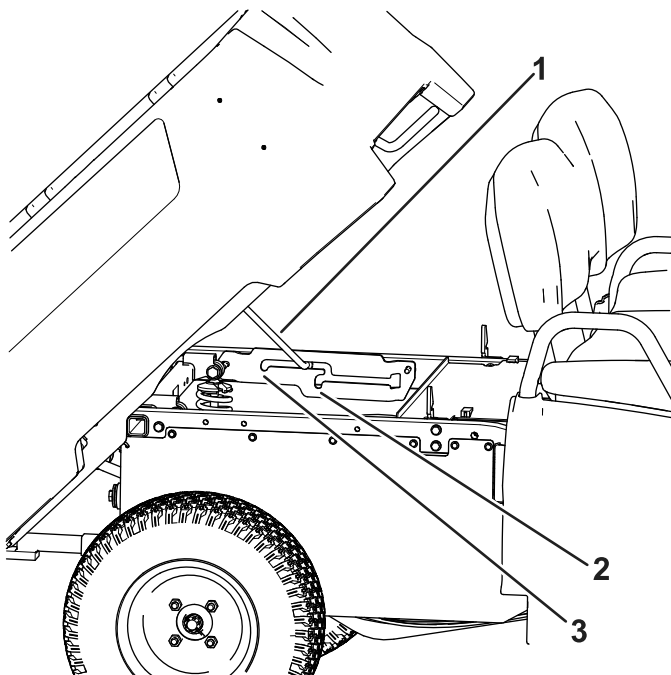

Bild 19
2. Ziehen Sie die Stützstange in den Arretierungsschlitz für die Entleeren-Stellung, um die Ladepritsche für das Entleeren zu arretieren (Bild 19).
2. Ziehen Sie die Stützstange in den Arretierungsschlitz für die Wartungsstellung, um die Ladepritsche für die Wartung zu befestigen (Bild 19).
2. Schieben Sie die Stützstange aus dem Arretierungsschlitz heraus (Bild 19).